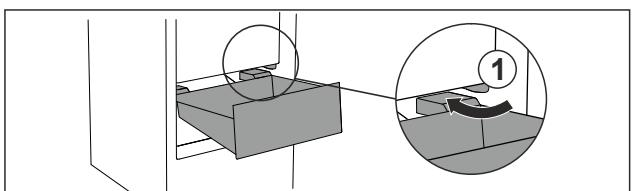

Fig. 57
- Обвести висувний ящик навколо стопора Fig. 57 (1).